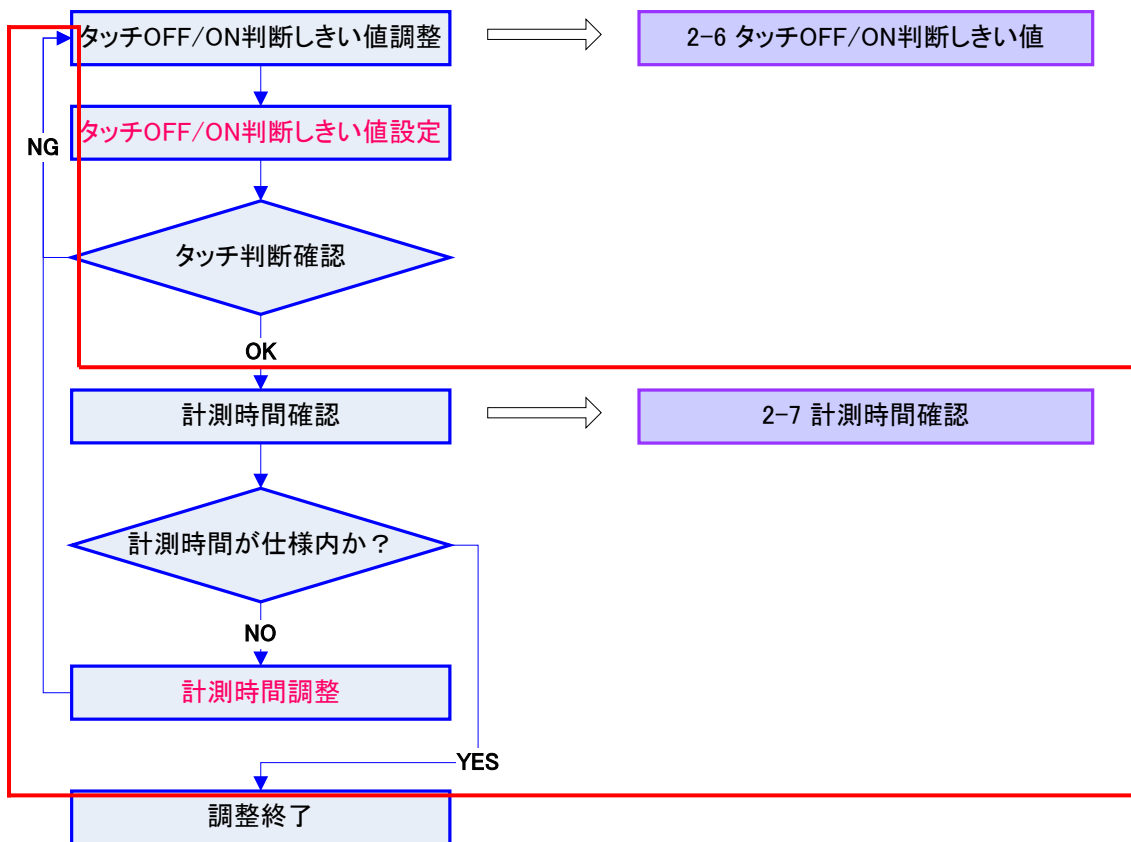

図2-19 タッチ/非タッチ確認
- ⑪ ④同様にデータフラッシュへ書き込みを行う。
- ⑫ 書き込み完了後、Status monitor 起動し、▶ (Start monitoring) ボタンをクリックして計測データの表示を行と、入力したタッチ/非タッチ判断しきい値が有効となり、図 2-19に示す通りタッチを判断することが可能となる。